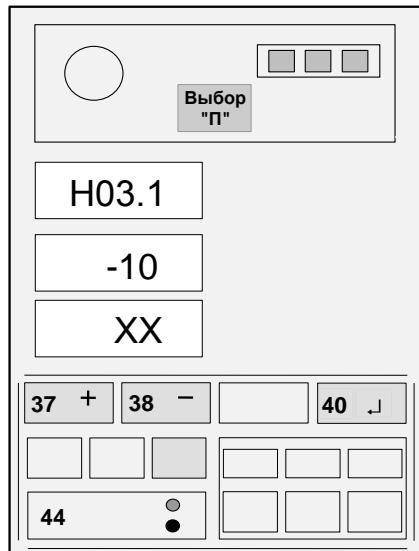

Рисунок 12 - Ввод температуры
Если величина измеренной температуры воздуха отличается от выдаваемой на средний ИЖЦ более, чем на 3 °С, нажатием кнопки 44 установить на верхнем ИЖЦ код "H03.1" (см. рисунок 12), а затем, нажимая кнопки "+" (37) и "-" (38), установить, контролируя по показаниям среднего ИЖЦ, значение температуры, равное показаниям термометра.